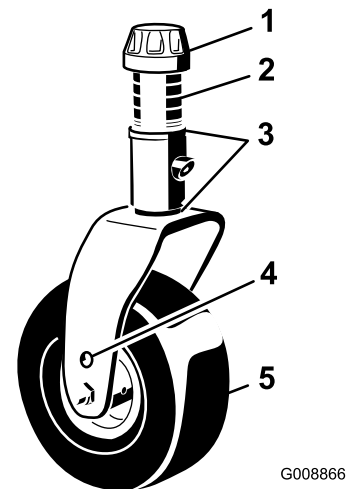
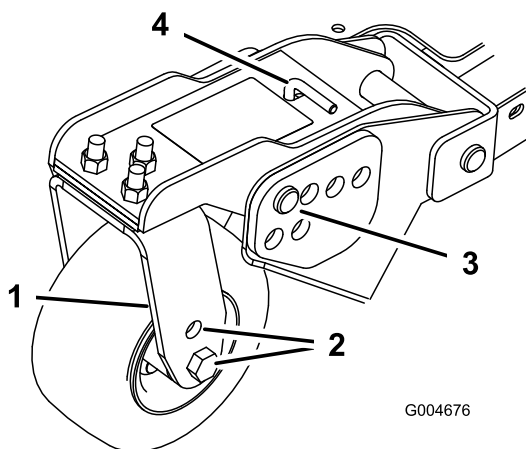

Bild 18
Bild 20
1. Stecken Sie die Laufradachsen in allen Laufradgabeln in die gleichen Löcher (Bild 18 und Bild 20).
2. Entfernen Sie die Spannkappe von der Spindelwelle und ziehen die Spindel aus dem Laufradarm heraus (Bild 18).
- Entfernen Sie den Splint und die Lastösenbolzen von den Laufradgelenkarmen (Bild 20).
- Drehen Sie die Spannstange, um den Gelenkarm anzuheben oder abzusenken, bis die Löcher mit den ausgewählten Löchern in der Schnitthöhenhalterung im Mähwerkrahmen ausgerichtet sind (Bild 20 und Bild 21).